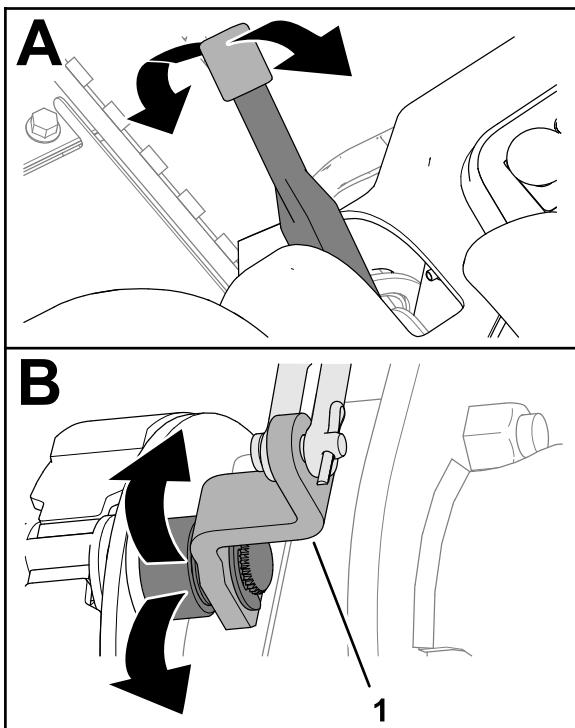

Figura 67
2. Mueva la palanca del freno de estacionamiento hacia arriba y hacia abajo para comprobar que la leva del freno se mueve libremente (**Figura 67**).